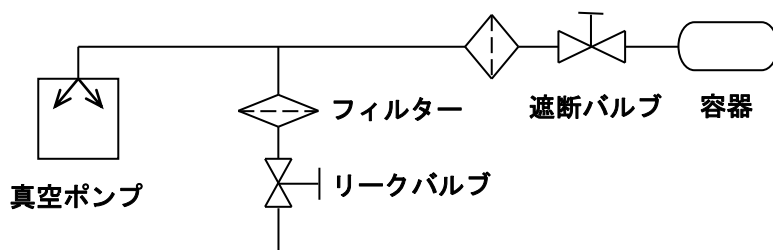

図3-2. 容器を真空排気する場合の配管例
- 5) 容器を真空排気する場合の配管は、図3-2. のようにポンプの吸気管と容器との間に真空状態を保つために遮断バルブを介して接続して下さい。また、真空スタートによる起動不良を起こさないために、リークバルブも介して下さい。